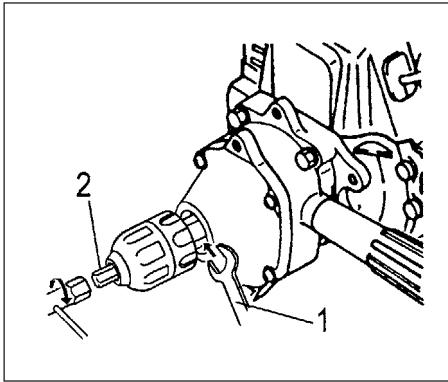

Fig. 2-7C
• Setzen Sie zur Montage bzw. zum Lösen des schlüssellosen Spannfutters einen 19 mm-Schraubenschlüssel (1) zwischen Getriebegehäuse und Bohrfutter an, um die Getriebewelle zu sichern. Führen Sie den Sicherungsriegel (2) aus dem Werkzeugbeutel in das Spannfutter ein und ziehen Sie den Riegel (2) (im Uhrzeigersinn) mit dem beiliegenden Steckschlüssel an bzw. lösen Sie ihn (gegen den Uhrzeigersinn). (Fig. 2-7C)